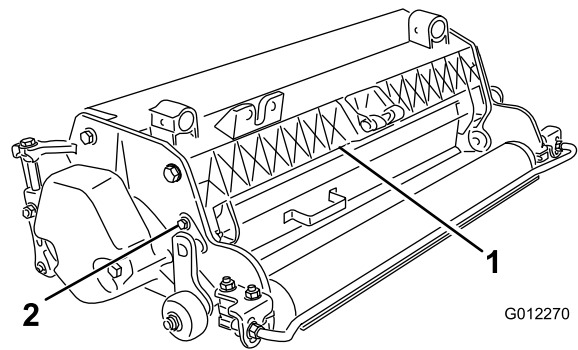

Bild 5
1. Lösen Sie die Schrauben am Scharnier des Grasschutzbleches (Bild 5).
2. Drehen Sie das Grasschutzblech auf die gewünschte Einstellung und ziehen Sie die Schrauben fest (Bild 5).